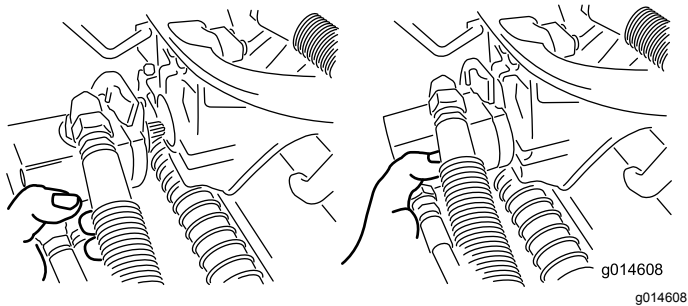

Figura 49
3. Spostate il motore in posizione di stoccaggio davanti al braccio di sospensione (Figura 49).